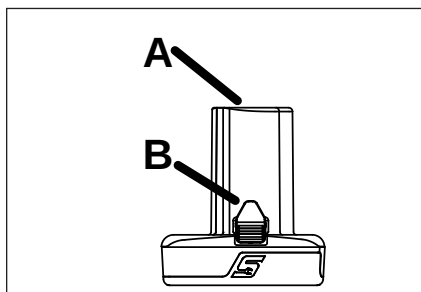

Figura 3: Gruppo batteria
1. Inserire una batteria della serie CTB completamente carica nella base dell'utensile, come indicato in Figura 3.